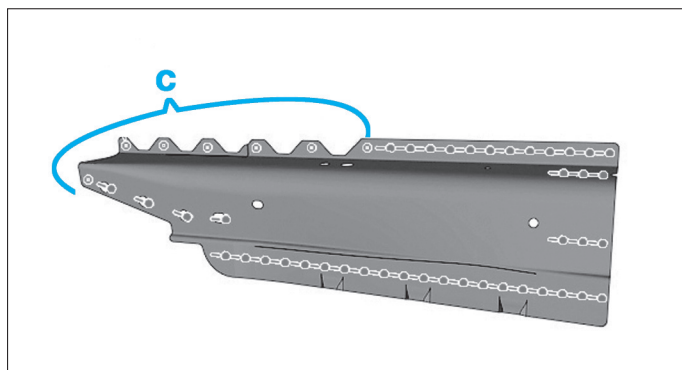

FIG. 218
- Percer des trous Ø 6,5 mm zone (c) pour soudage par points bouchons (Fig.218).